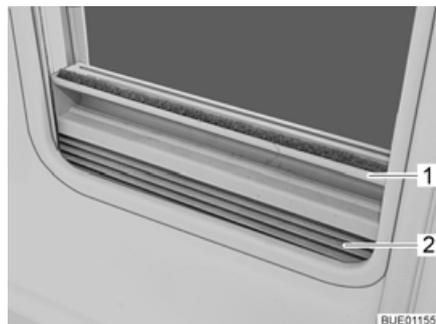

Fig. 64 Estor plegable
- Sujetar el estor plegable (Fig. 64,2) por el centro del agarradero (Fig. 64,1), tirar de abajo a arriba y soltarla a la altura deseada. El estor plegable se queda fijo a esta altura.